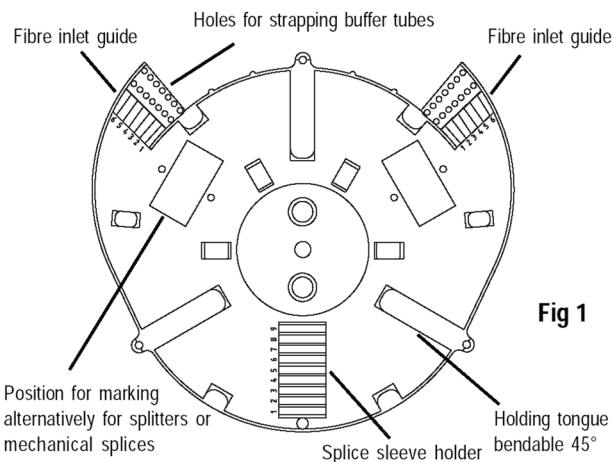

Fig 1
- 1.1 Kassetten består av ett kassetthus med lock, två fiberstyrningar och en gummiprofilbit för hylsfixering (fig. 1).
1.1 Consisting of: fibre cassette with lid, fibre guides and rubber profile for fixing the splice sleeves (fig. 1).